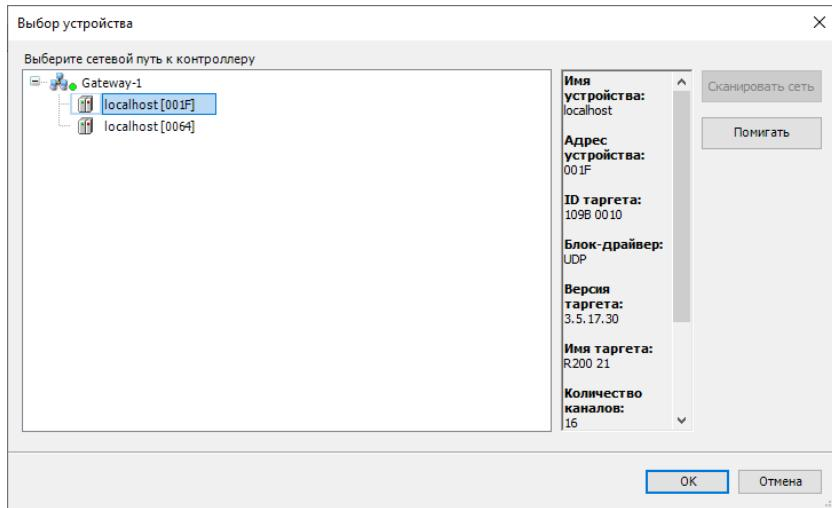

Рисунок 4.7 – Окно «Выбор устройства»
3.6. Перейти на вкладку «Device» дерева проекта (в левой части окна), пункт «Установка соединения» – кнопка «Сканировать сеть». В окне «Выбор устройства» (рисунок 4.7) необходимо выбрать нужный ПЛК и нажать кнопку «OK».